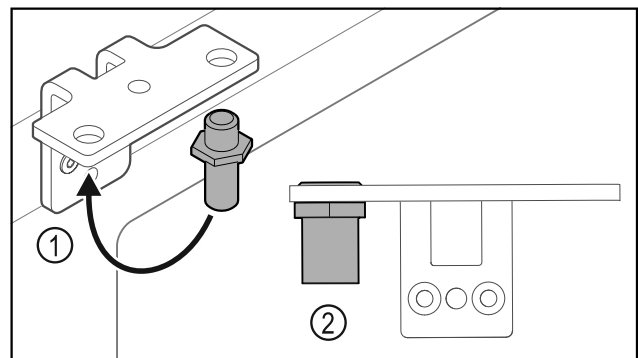

Fig. 34
- Spostare il perno Fig. 34 (1) nella cerniera angolare.
- Serrare il perno Fig. 34 (2) con una **coppia di 12 Nm**.